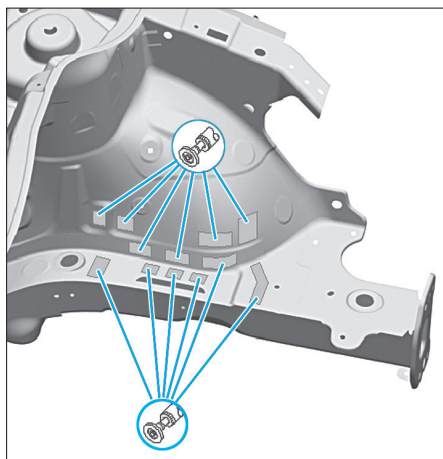

FIG. 8
- Préparer les zones d'accostage et ajouter un apprêt soudable (Fig.8).